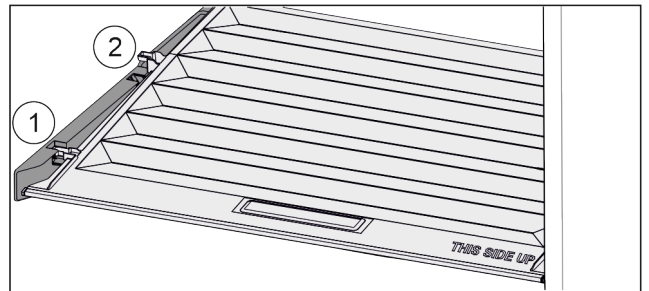

Fig. 93
- ▶ Tirer le couvercle vers l'avant jusque dans l'orifice des pièces de retenue Fig. 93 (1).
- ▶ Le soulever par le bas à l'arrière et le sortir par le haut Fig. 93 (2).